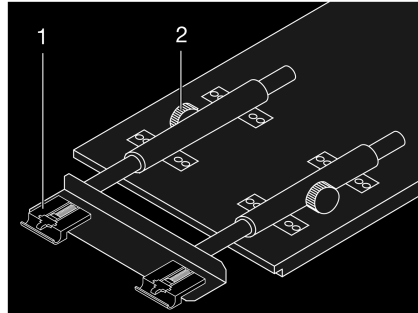

Fig. 71 Ampliación de la mesa colgante
- Soltar los tornillos moleteados (Fig. 71,2).
- Elevar el tablero de mesa ligeramente por delante y extraerlo hasta el tope. La prolongación de mesa (Fig. 71,1) está completamente extraída.
- Elevar el tablero de mesa ligeramente por delante y empujarlo hacia atrás hasta el tope. La prolongación de mesa (Fig. 71,1) está completamente introducida.